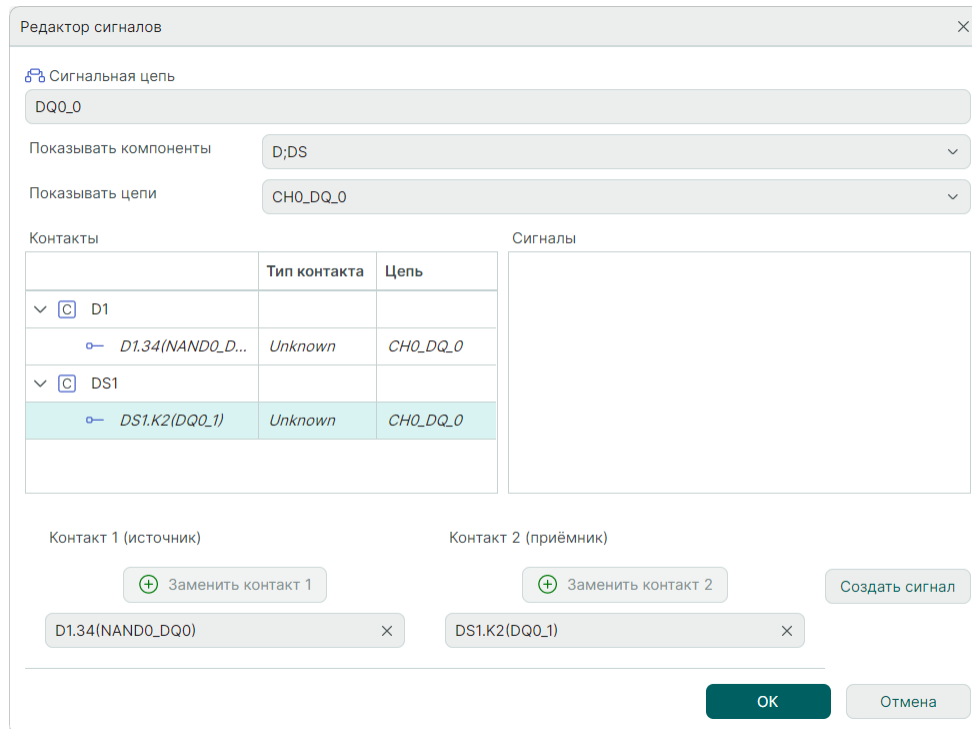

Рис. 144 Определение источника и приемника сигнала для контактов, входящих в отобранные цепи
5. В окне «Редактор сигналов» для контактов, входящих в отобранные цепи, определите источник и приемник сигнала, см. Рис. 144.